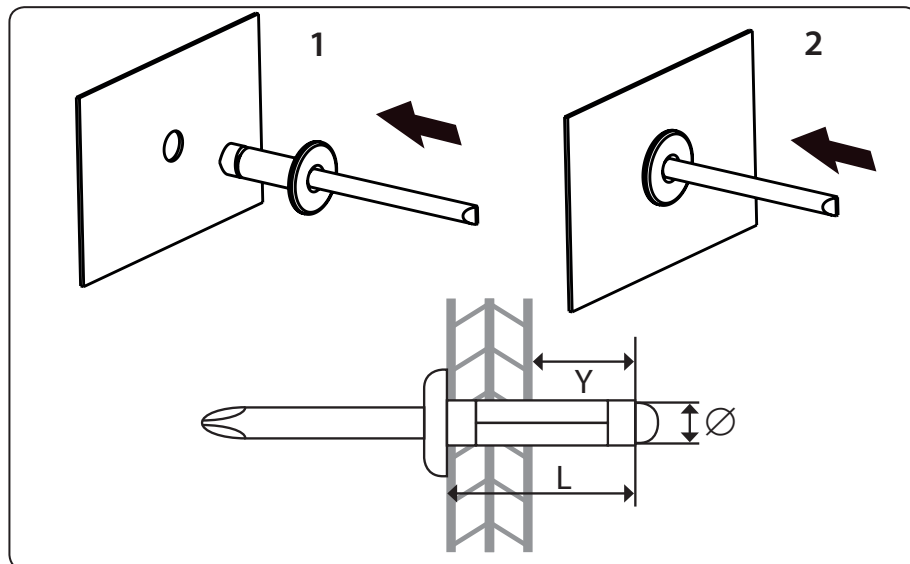

Abb.4
- b) Setzen Sie einen Nietkörper in das Bohrloch mit dem entsprechenden Durchmesser in Bezug auf den Durchmesser des Nietkörpers ein, siehe Schritt 1 und 2 in der Abb. 4. Der Nietkörper muss im Verhältnis zu der Dicke der Verbundmaterialien ausreichend lang sein, damit die Teile ordnungsgemäß verbunden werden.